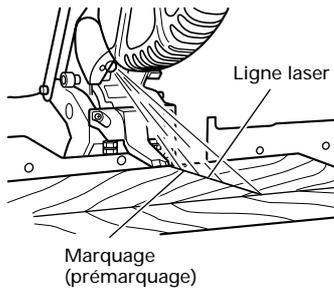

Fig. 17
- (3) Après avoir réglé la position de la ligne laser, tracer à l'encre une ligne à angle droit sur la pièce et aligner la ligne tracée à l'encre et la ligne laser. Pour aligner la ligne tracée à l'encre, faire glisser la pièce petit à petit et la maintenir dans un étau à l'endroit où la ligne laser chevauche la ligne tracée à l'encre. Effectuer un autre rainurage et vérifier la position de la ligne laser. Pour changer la position de la ligne laser, effectuer à nouveau les réglages prévus aux opérations (1) à (3).
**REMARQUE :** Vérifier et s'assurer périodiquement que la position de la ligne laser est convenable. Pour effectuer la vérification, tracer à l'encre une ligne perpendiculaire sur la pièce de 1-1/2" (38mm) de hauteur et de 3-1/2" (89mm) de largeur et s'assurer que que la ligne laser est alignée sur la ligne tracée à l'encre. [L'écart entre la ligne tracée à l'encre et la ligne laser doit être inférieure à l'épaisseur de la ligne tracée à l'encre (0.5mm)]. (Fig. 17)